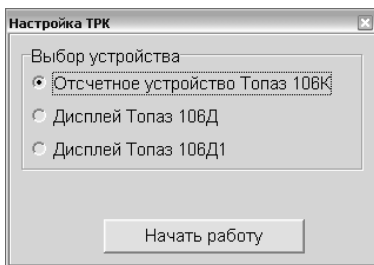

Рисунок 2
7.3.2 Для проверки налива с персонального компьютера используется программа "Настройка Топаз-106К" (актуальная версия программы доступна на сайте www.topazelectro.ru). Необходимо запустить программу (nastrojka_trk.exe), в появившемся окне выбрать "Отсчитное устройство Топаз 106К" и нажать кнопку "Начать работу" (рисунок 2)